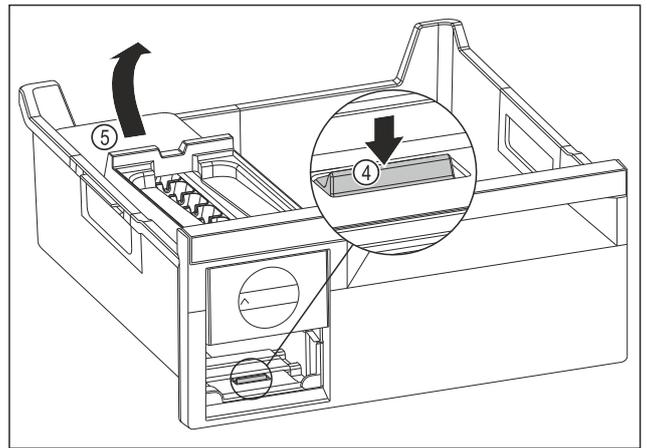

Fig. 89
- ▶ Retirer le corps de l'EasyTwist-Ice : Avec le doigt, pousser la languette Fig. 89 (4) vers le bas tout en soulevant de l'autre main le corps de l'EasyTwist-Ice Fig. 89 (5) depuis l'arrière.